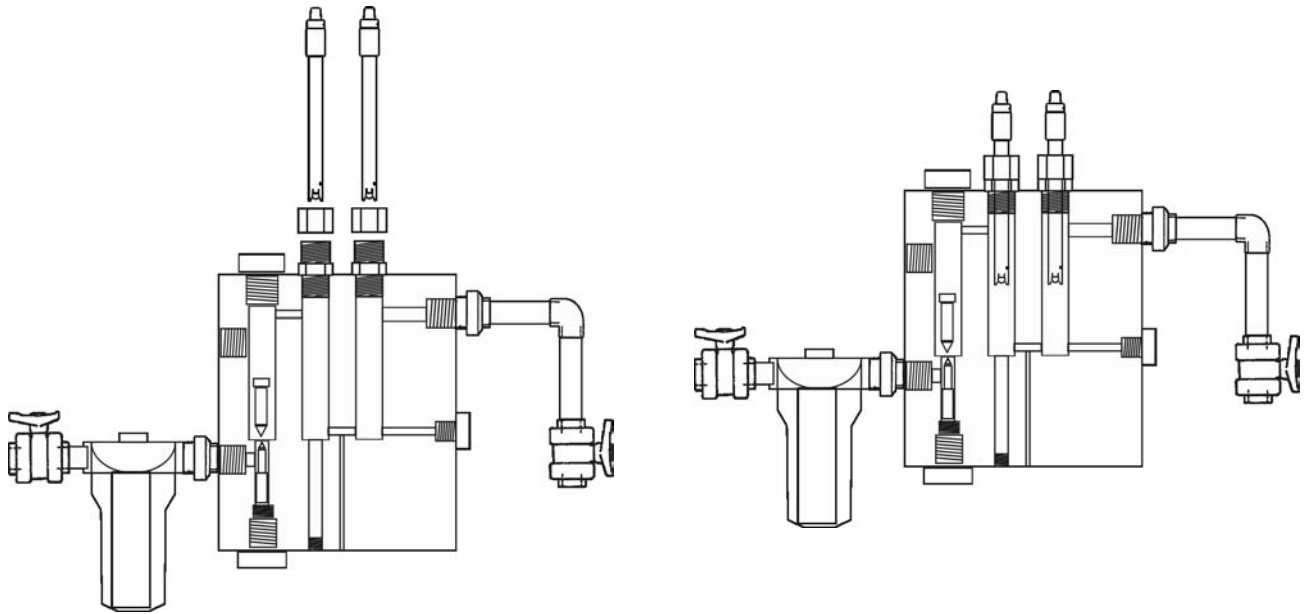
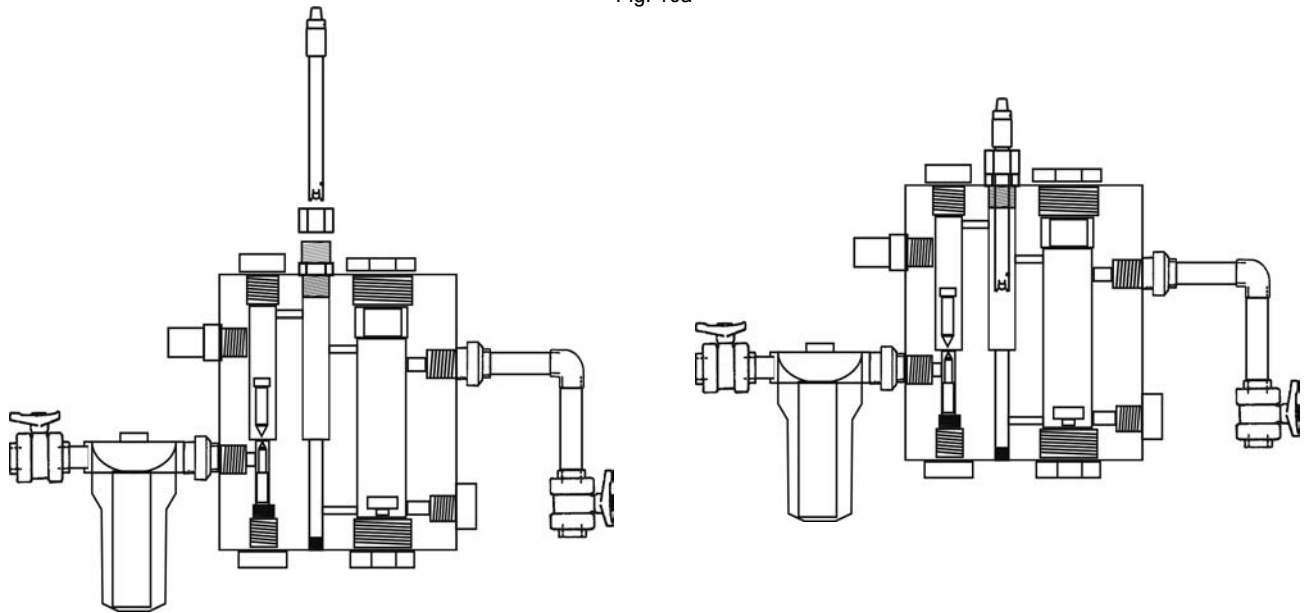

Fig. 10a
Fig. 10b
1. Insertar los sensores de pH/ORP suministrados con el equipo en el correspondiente alojamiento del porta-sondas. EXT-1E (Fig. 10a) / EXT-2 (Fig. 10b).